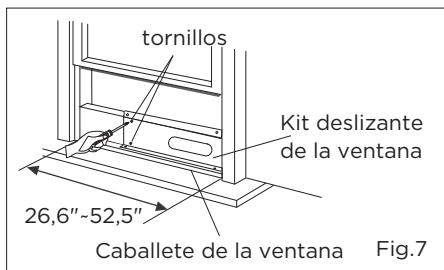
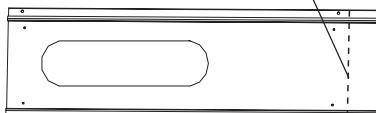

Fig.7
Fig.8
- Abrir el marco de la ventana y colocar el kit deslizante de la ventana en el caballete de la ventana (Fig.7). Instalar el kit deslizante de la ventana en el caballete de la ventana. Ajustar la longitud del kit deslizante de la ventana según el ancho de la ventana. Atornillar los dos tornillos en el kit deslizante de la ventana. Ver (Fig.7). Cortar el kit deslizante ajustable de la ventana si el ancho de la ventana es menor que 26,6 pulgadas (Fig.8).
Atornillar los dos tornillos en el kit deslizante de la ventana. Ver (Fig.13). Cortar el kit deslizante ajustable de la ventana si la altura de la ventana es menor que 26,6 pulgadas (Fig.8).